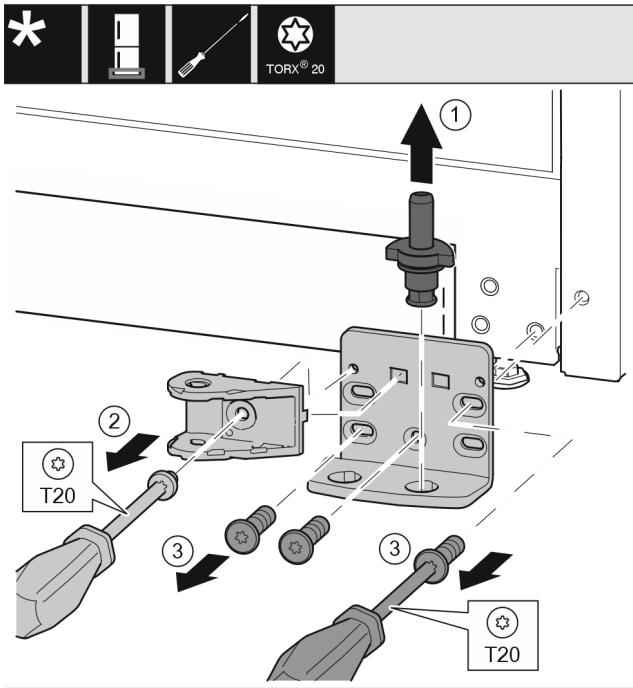

Fig. 30
- ▶ Опорный палец Fig. 30 (1) полностью извлеките движением вверх.
- ▶ Открутите винт Fig. 30 (2) отверткой и снимите соединительный элемент амортизатора закрывания дверей.
- ▶ Открутите винты Fig. 30 (3) отверткой и снимите опорный кронштейн.